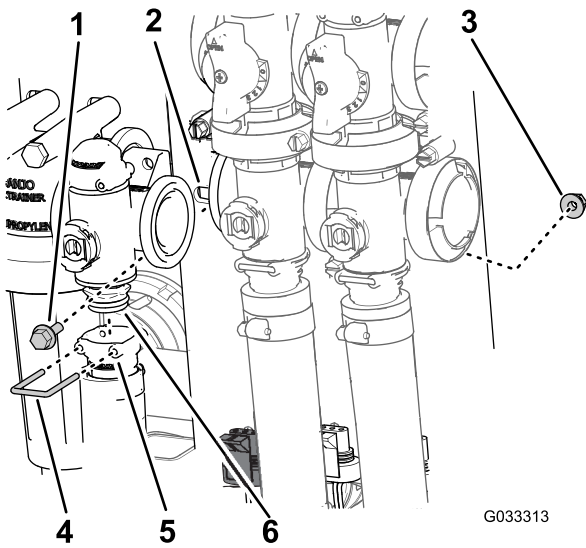

图 69
2. 拆下将出口接头固定至喷洒率控制阀歧管的卡环图 69。
- 卸下将喷洒率控制阀固定至阀安装座的 2 个凸缘头螺栓和 2 个凸缘锁紧螺母然后从机器中拆下阀歧管 图 69。